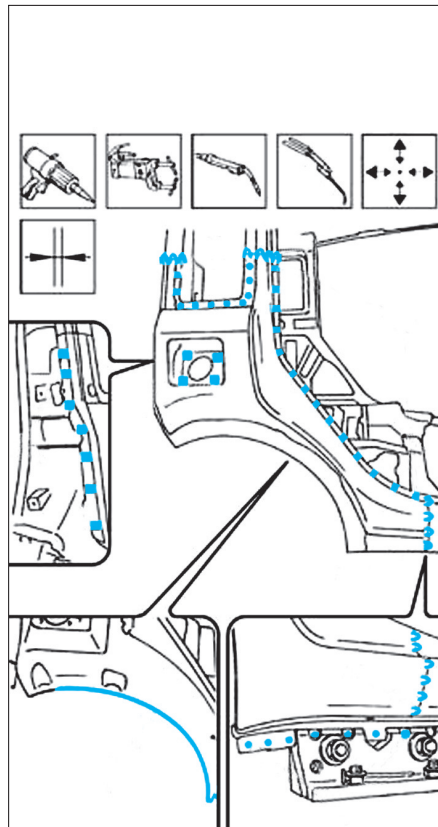

FIG. 24
- Ajuster l'aile arrière avec la porte arrière, le bouclier arrière et le hayon, puis souder comme illustré (Fig.24).